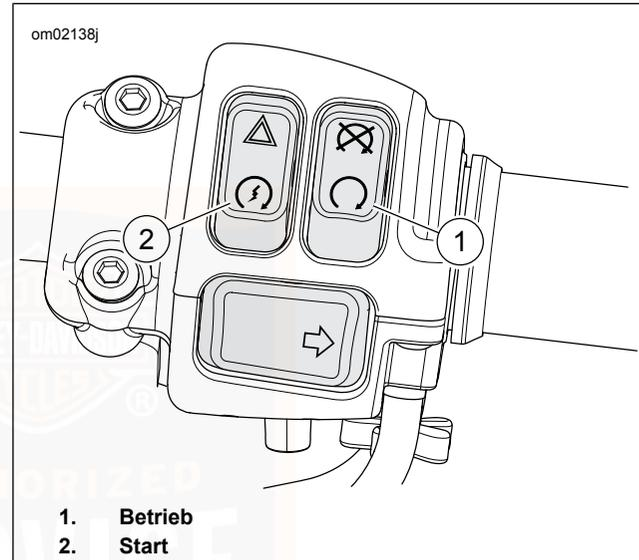

Abbildung 35. Bedienelemente am rechten Lenker
- Siehe Abbildung 35. Den Motorbetriebsschalter EINSCHALTEN (1).